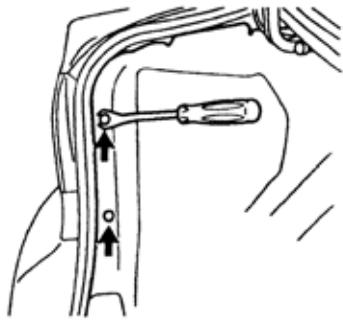

图 9-53
1)拆除行李箱内部装饰条。用扳手拆下 2 个卡钳并拆除左侧行李箱装饰条, 如图 9-53 所示。